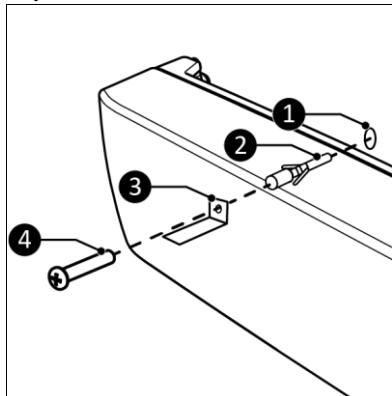

Figura 8
9. Așezați suportul (Figura 8, poz. 3) deasupra încălzitorului cu partea scurtă pe perete.
10. Marcați locația găurii pe perete (Figura 8, poz. 1).
12. Efectuați o gaură de 10 mm pe locația marcată (Figura 8, poz. 1).
13. Introduceți ștecărul în gaură (Figura 8, poz. 2).
15. Înșurubați ferm suportul (Figura 8, poz. 3) pe perete (Figura 8, poz. 4).